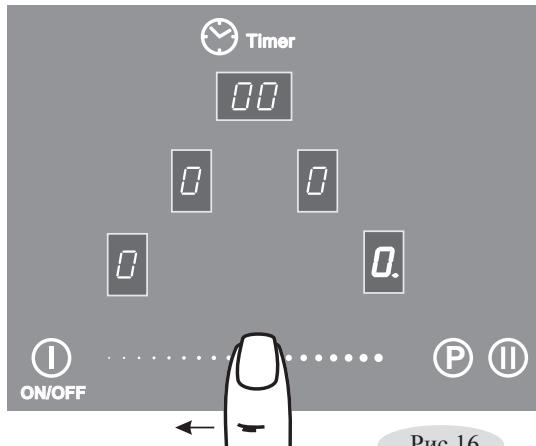

Рис.16
1. Работающую конфорку перевести касанием зоны ② в режим управления.
2. Перемещая палец по поверхности ④ (рис. 16), установить в окне индикации значение «00» - конфорка отключится.